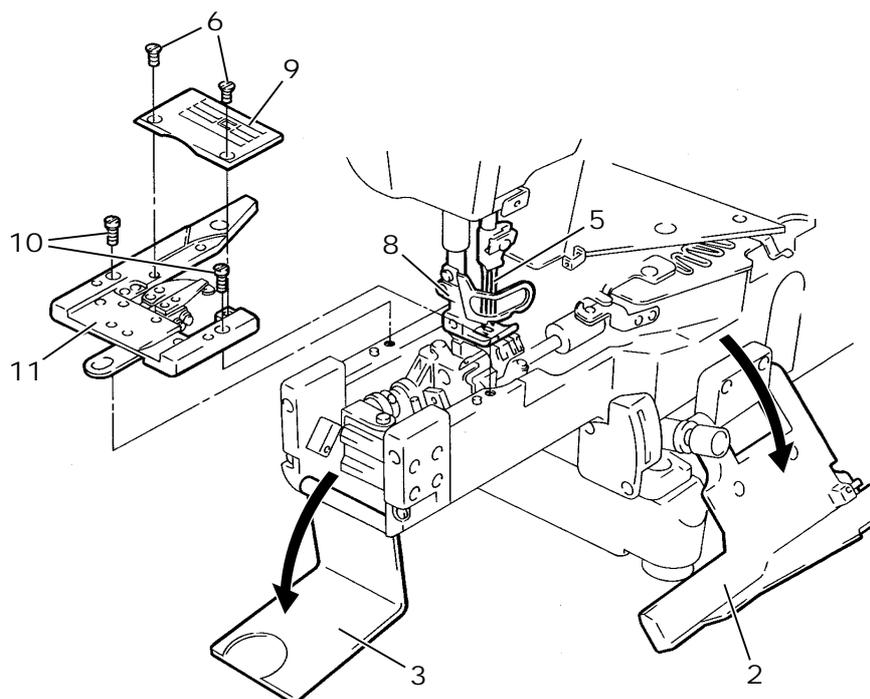

Fig.8
3. Monter le support **6** en se référant à la figure 8 de la page précédente.